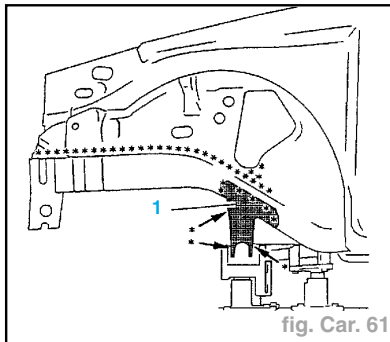

fig. Car. 61
- Déposer la fermeture gousset palier de suspension (**1**) (fig. Car. 61).